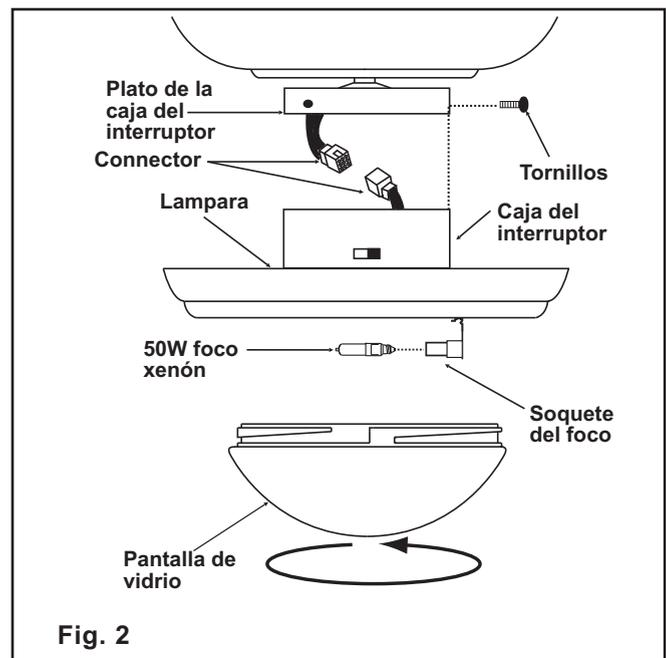

Fig. 2
Paso 7. Quite los tornillos del plato de la caja del interruptor, acerque la caja del interruptor con la lampara puesta junto al plato de la caja del interruptor, alinie los conectores de plastico de la caja del interruptor y una los dos conectores firmemente. (Fig. 2) Asegurese que los conectores queden bien conectados y que ningun alambre se haiga salido fuera de conector de plastico.
Paso 8. Deslize la caja del interruptor sobre el plato de la caja del interruptor y ajustela hasta que los agujeros queden alineados. Asegure la caja del interruptor usando los tres tornillos que quite previamente. (Fig. 2)